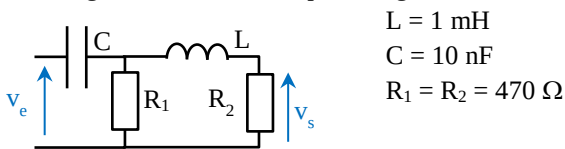

Fig. 2 : Filtre passif avec perte.
La cellule Fig. 2 est un filtre non pas chargé.
- Avant calcul, prédétermine en justifiant le type de gabarit, l'ordre du filtre Fig. 2.
- Vérifier l'étude théorique en effectuant le relevé de Bode (gain et phase) du filtre Fig. 2. Vous le tracerez sur le même repère que le tracé de la préparation. Réaliser vos mesures jusqu'à 10 MHz.
- Vérifier l'étude théorique en effectuant le relevé de Bode (gain et phase) sur le même repère que précédemment du filtre Fig. 2 en placant une charge de $47\ \Omega$.